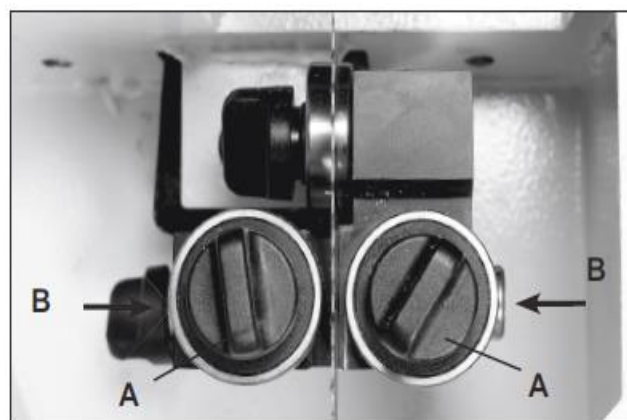

Рис. 25
1. Расположите правую и левую роликовые направляющие вплотную к лезвию. Ослабьте передние фиксирующие ручки (№81А, рис. 25, А). Переместите направляющие по направлению к лезвию, нажимая на концы направляющих стержней (№42А, В), или используйте передние
фиксирующие ручки, чтобы потянуть направляющие по направлению к лезвию. Зафиксируйте направляющие на месте. Рис. 25.